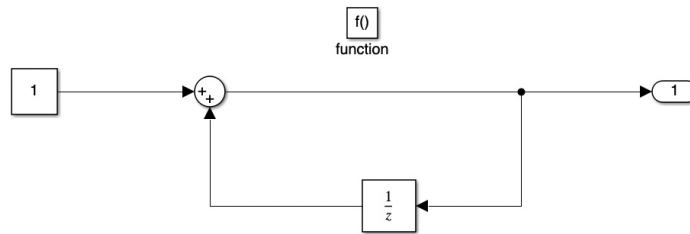

Figura 5: Contador.
4. Se va a hacer un código que cada vez que se ejecute el bloque anterior se incremente un número. Para ello se hace click 2 veces sobre el bloque y creamos el siguiente programa en el interior (figura 5):
- Construimos el diagrama de la figura 5. Cada vez q se ejecute la función, puesto que el bloque delay “recuerda” el valor de la llamada anterior, hará que la salida se incremente en 1.